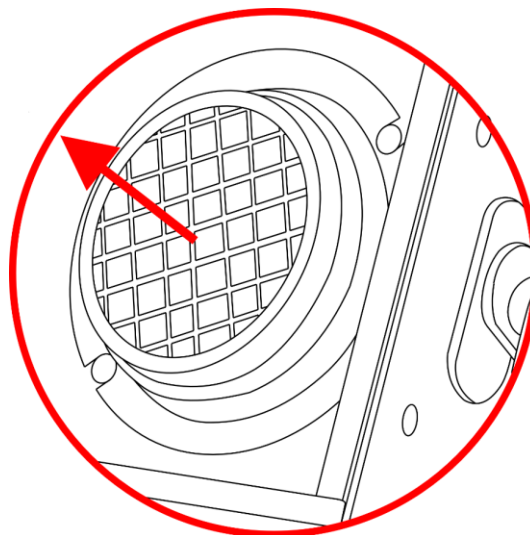

Fig. 04
- 02) Retire con cuidado la cubierta metálica de la lámpara (Fig. 04).